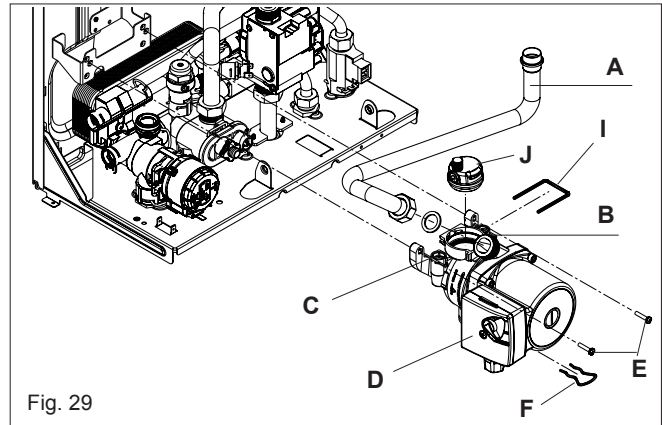

Fig. 29
6.5 PUMP ASSEMBLY (fig. 29)
6.7 LOWER AUTOMATIC AIR RELEASE VALVE (fig. 29)